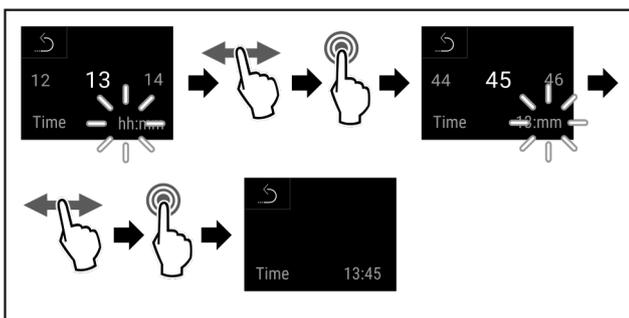

Fig. 107
- u Handlungsschritte (siehe Fig. 107) durchführen.